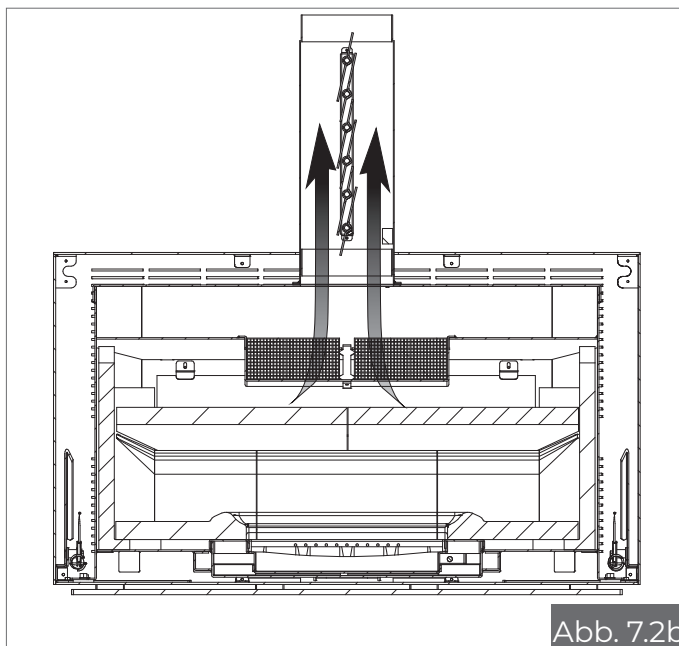

Abb. 7.2b
- Positionieren Sie die Ventile die vollständige Öffnungsposition (Abb. 7.2b);